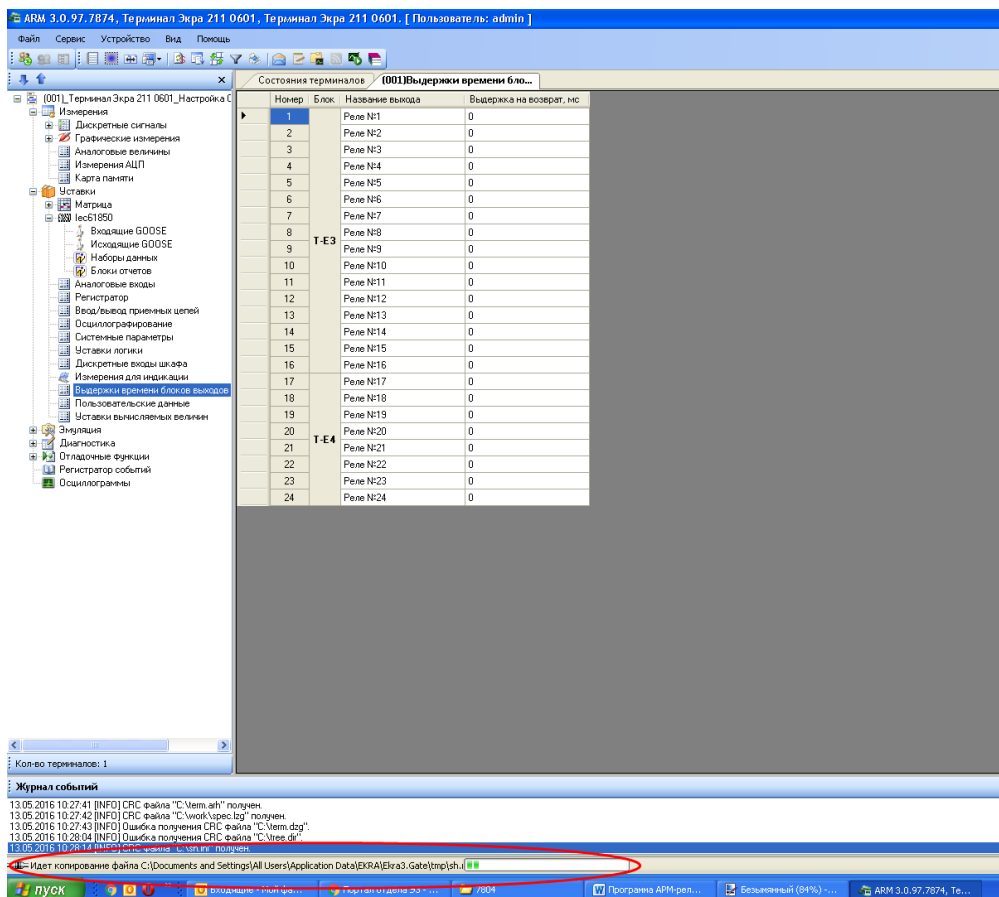

Рисунок 6.3
6.2.5 Подождать, пока скопируется файл **core.afh**. Процесс контролируется внизу окна строкой состояния копирования (см. рисунок 6.3).